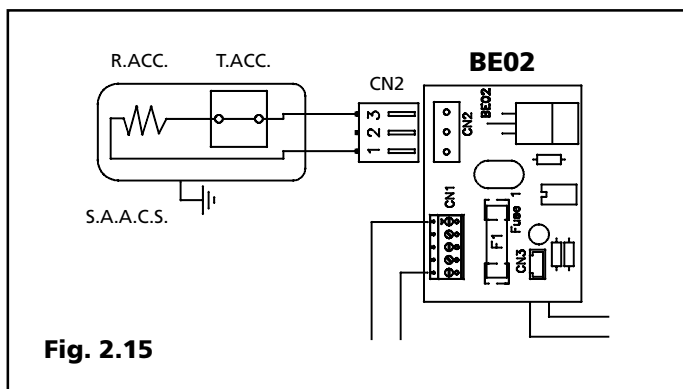

Fig. 2.15
2.10 Modulo microaccumulo (BE02) (Fig. 2.15)